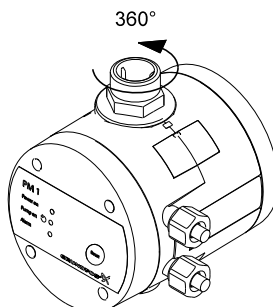

Fig. 1 Conexiune de ieșire rotativă
Conexiunea de ieșire a unității poate fi rotită la 360 °. Vezi fig. 1.
2. Realizați conexiunea electrică ca în fig. 1 sau 2, pagina 10, în funcție de tipul motorului.